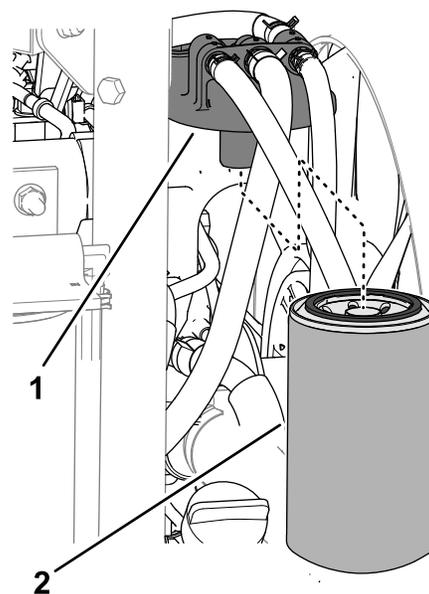

Figura 121
2. Pulite le superfici circostanti la testa del filtro del carburante (Figura 121).
3. Togliete il filtro e pulite la superficie di montaggio della testa del filtro (Figura 121).